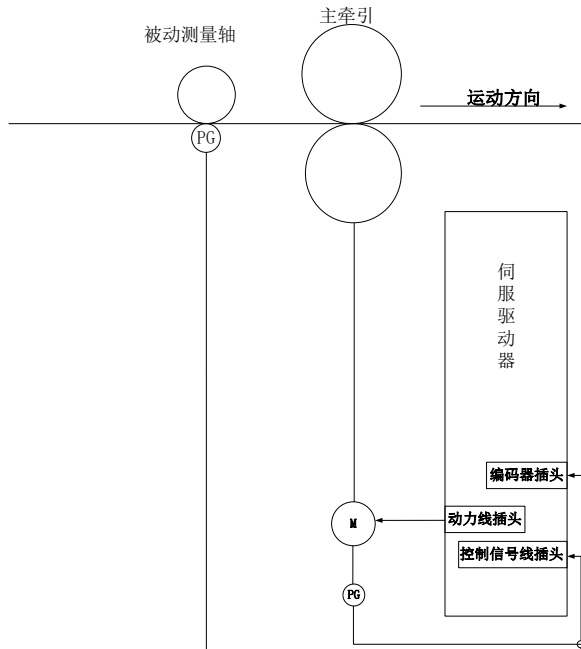
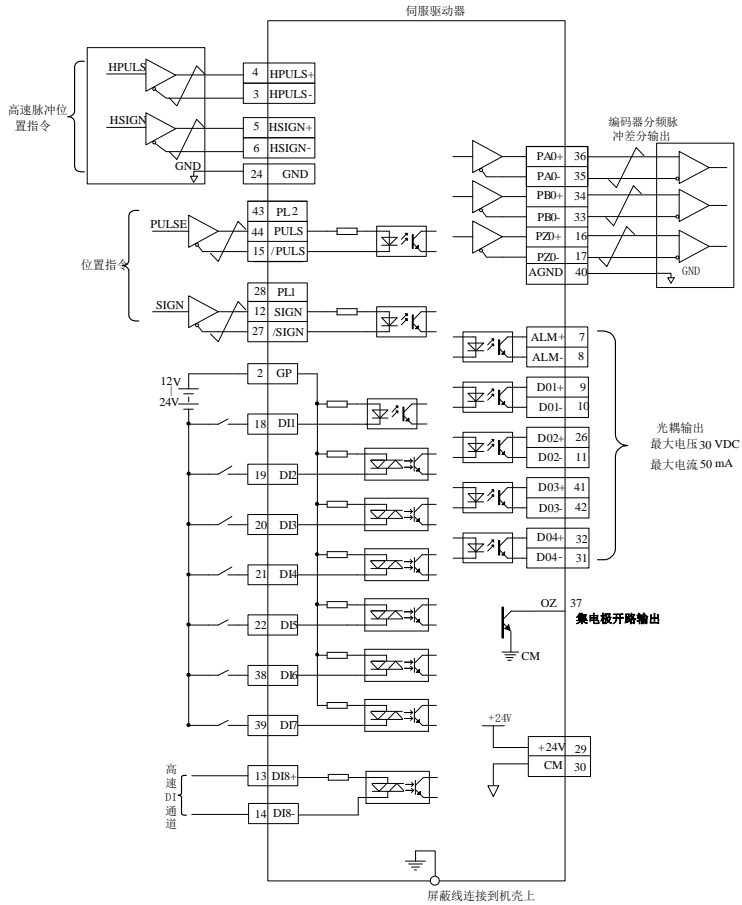

图 6.4.37 全闭环典型应用示意图
图 6.4.39 全闭环模式典型接线图
- ★参考图 6.4.37 或图 6.4.39 的配线说明，进行 DI/DO 信号的连线；